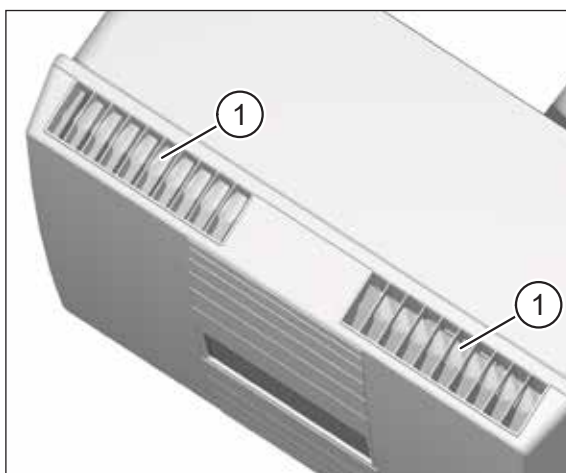
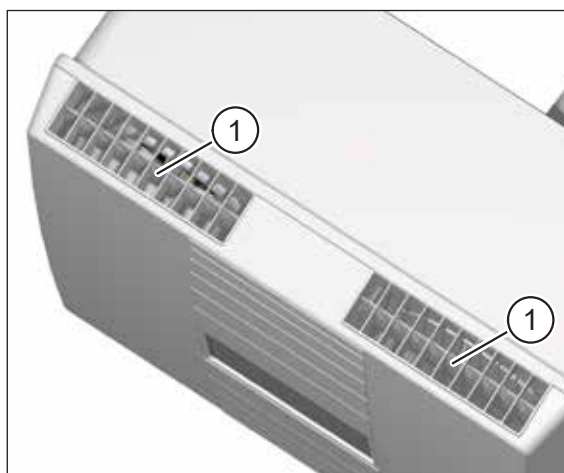

Fig. 15 : Clapets d'aération fermés
Fig. 16 : Clapets d'aération ouverts
- ▶ Vérifiez si les ouvertures relatives à l'air repris et à l'air fourni sont dégagées (voir Fig. 15 et Fig. 16).
- ▶ Inspectez la position des clapets d'aération (voir Fig. 15 et Fig. 16) sur l'ouverture de l'air repris et de l'air fourni.
- Si l'appareil d'aération est débranché ou hors tension, les deux clapets d'aération sont fermés (voir pos. 1 dans Fig. 15).
- Lors de la mise sous tension, les deux clapets d'aération s'ouvrent (voir pos. 1 dans Fig. 16).